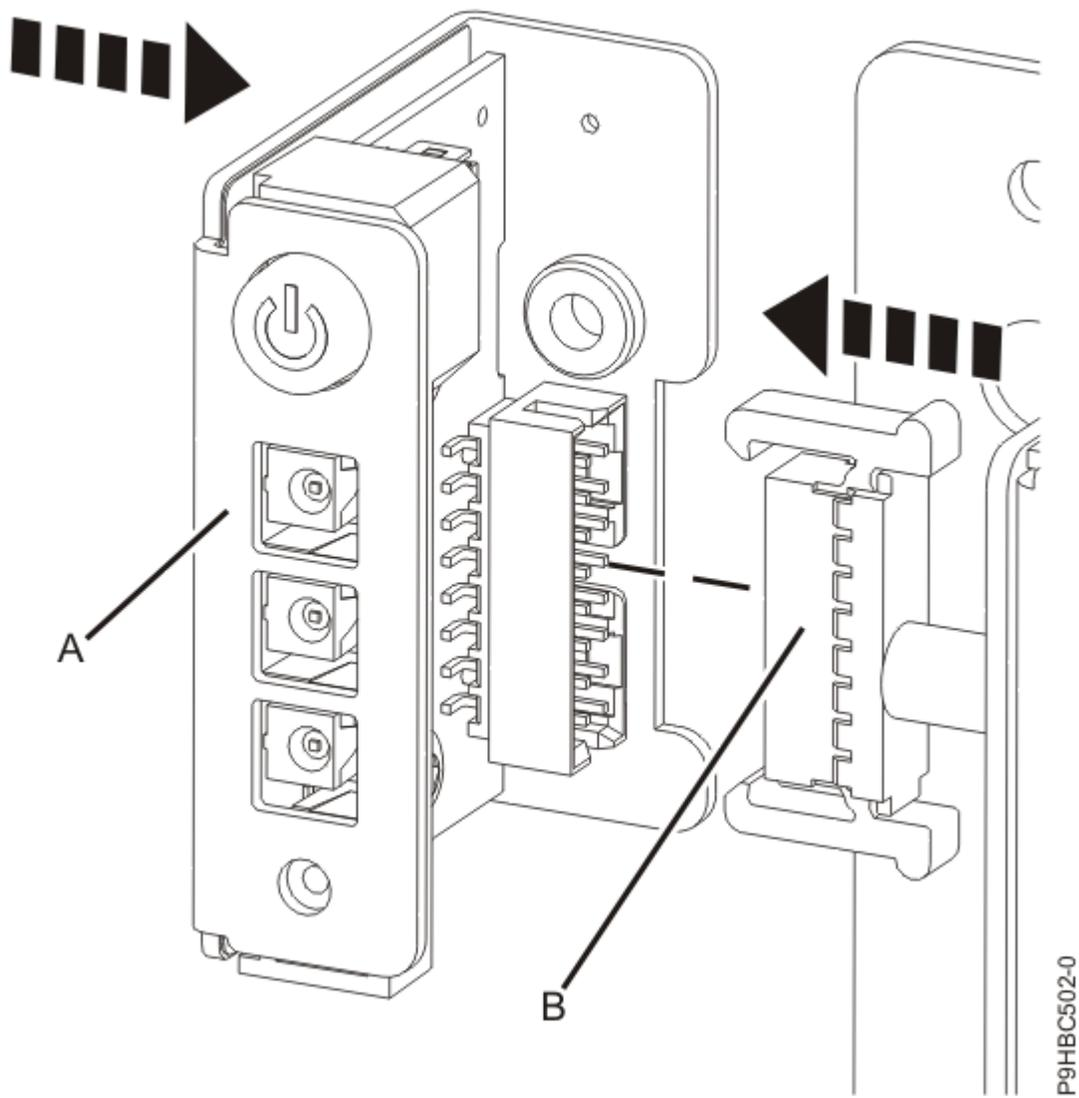

Figura 72. Conexión del panel de control y del cable para un sistema montado en bastidor
2. Conecte el panel de control **(A)** al cable del panel de control **(B)** tal como se muestra en la Figura 72 en la página 77 o la Figura 73 en la página 78.